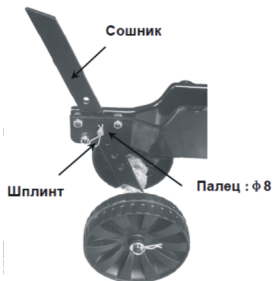

Рис. 9
7. Вставьте сошник в паз кронштейна колесами вниз и зафиксируйте его с помощью пальца и шплинта (рис. 9);